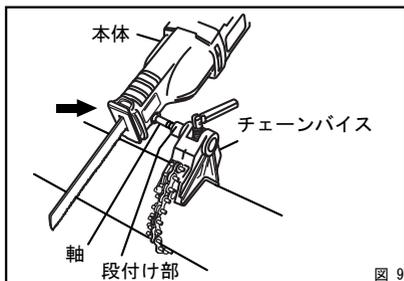
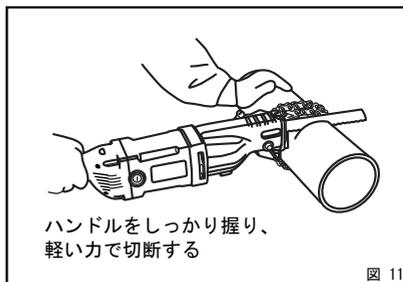

図 9
図 11
- (3) 本体の先端部の穴をチェーンバイスの軸に合わせ、軸の段付け部に突き当たるまでさし込みます(図9、10)
- (4) 本体を引張ってみて軸の溝にボールプランジヤネジの先端のボールが入ったことを確認してください。
- (5) 加工物にのこ刃を当てた状態で、スイッチを入れ徐々に切り込んでいきます。のこ刃に力をかけすぎると刃の早期摩耗やモーター加熱の原因となりますので、無理に力をかけず軽い力で切断してください。(図11)